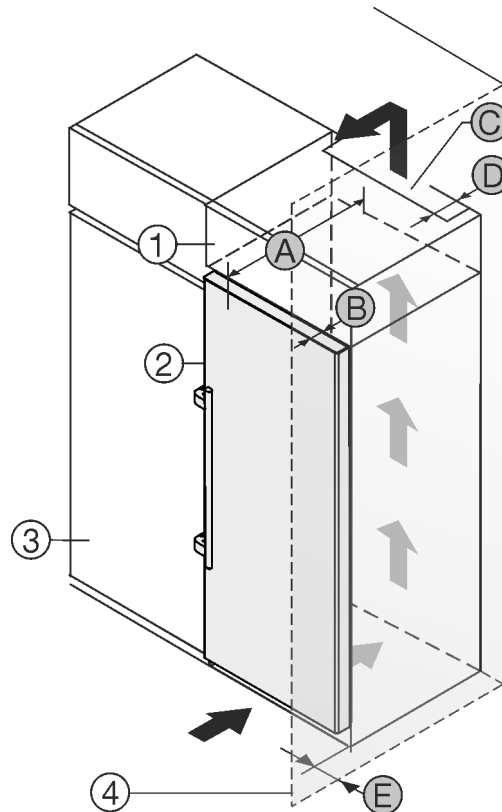

Fig. 1
- (1) Dulap suspendat
- (2) Aparat
- (3) Dulap de bucătărie
- (A) Adâncime aparat
- (B) Adâncime ușă
- (C) Secțiune ventilație
- (D) Distanță la partea posterioară a aparatului
- (E) Distanță la partea aparatului
- (4) Perete
Puteți amplasa aparatul direct lângă dulapul de bucătărie Fig. 1 (3).
În partea din spate a dulapului suspendat trebuie să existe o fantă de aerisire cu grosimea Fig. 1 (D) pe toată lățimea dulapului suspendat.
Sub tavanul încăperii trebuie să fie respectată secțiunea de ventilație Fig. 1 (C).
Atunci când montați aparatul cu balamalele lângă un perete Fig. 1 (4), distanța dintre aparat și perete trebuie să fie de minim 57 mm. Această valoare corespunde proeminenței mânerului cu ușa deschisă.
Astfel încât să puteți deschide complet ușa, aparatul trebuie să fie proeminent cu cel puțin adâncimea ușii Fig. 1 (B) față de suprafața frontală a dulapului de bucătărie. În funcție de adâncimea dulapurilor de bucătărie Fig. 1 (3) și utilizarea distanțierelor de perete, aparatul poate ieși mai mult în afară.